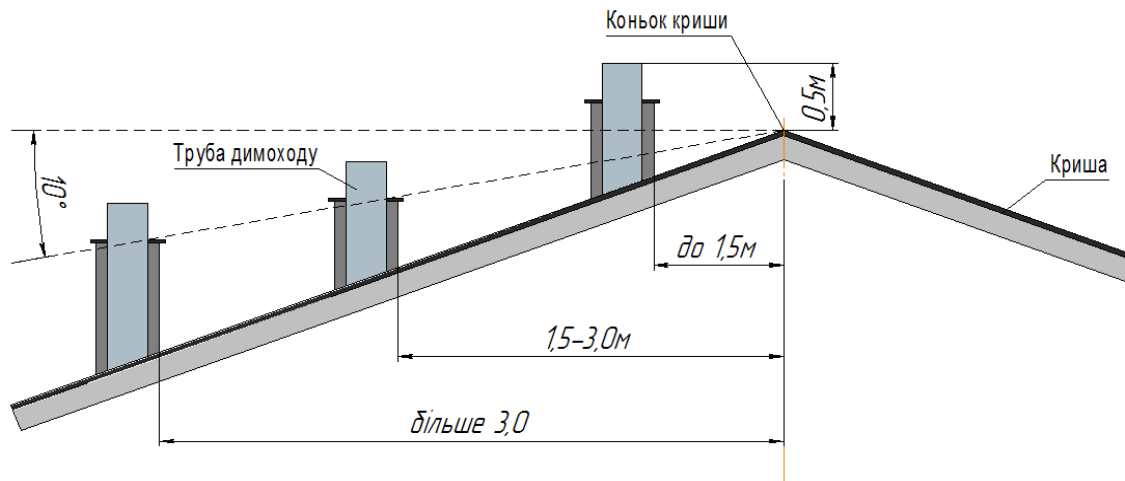
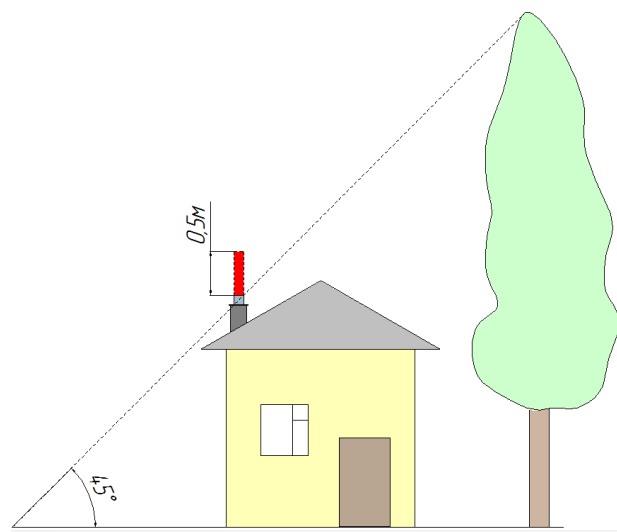

Рис.7 Рекомендована схема розміщення димової труби над гребеня даху.
Рис.8 Збільшення димоходу при наявності біля будівлі зони вітрового підпору.
7.4.3 Димохід повинен забезпечувати вихід димових газів з котла, не створюючи при цьому додаткових опорів (див. Рис.7 та Рис.8).